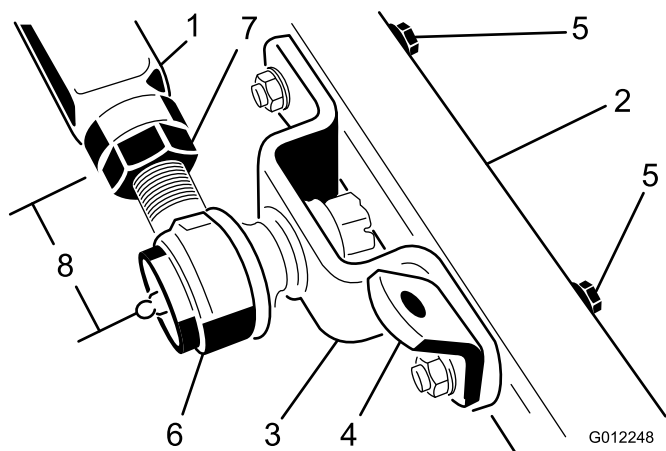

図 7
1. 左がwボールジョイントのマウントとチェーンブラケットを左側キャスタアームに固定しているキャップスクリュー（2本）、平ワッシャ、フランジナットを外す（図 7）。ボールジョイントマウントとチェーンブラケットを外す。
2. 左側qボールジョイントマウントをトラクションユニットの左側プッシュアームに固定しているコッターピンとキャッスルナットを外す。先ほど外したキャッスルナットとコッターピンを使って、ボールジョイントマウント（キャスタアームから外したものを）、プッシュアームに取り付ける（図 7）。
3. 左側プッシュアームの端部から、ボールジョイントの中心（グリスニップル）までの距離を測定する（図 7）。この距離が 64 mm あれば適正である。所定の距離（64 mm）がない場合には、ボールジョイントをプッシュアームに固定しているジャムナットをゆるめてボールジョイントを左右どちらかに回して長さを調整する（図 7）。この時点ではまだジャムナットを締め付けないこと。